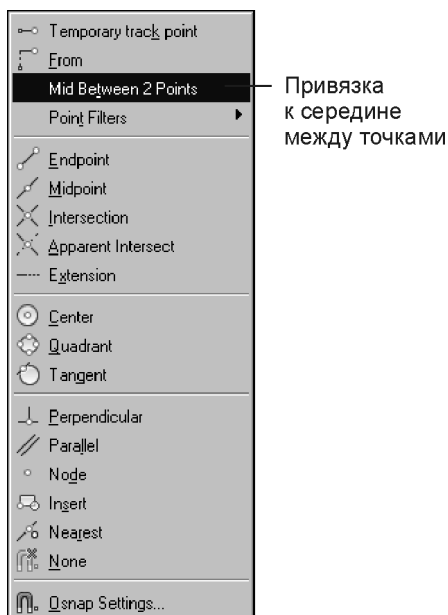

Рис. 3.7. Контекстное меню разовой привязки
Для разовой привязки к выбранной точке чертежа можно воспользоваться контекстным меню, в списке которого, в отличие от панели инструментов, имеются команды вызова координатных фильтров и привязка к середине расстояния между двумя точками (рис. 3.7).
2. Выберите из появившегося контекстного меню нужный способ привязки (рис. 3.7).